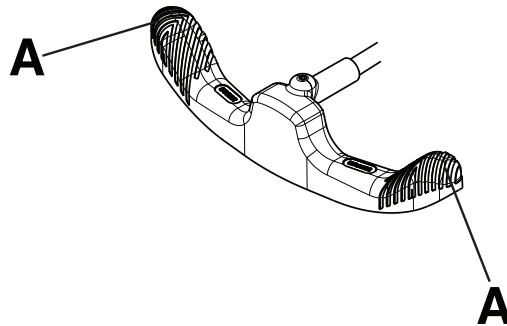

Abbildung 7 – Betrieb des Brems-/Steuerpedals
Hinweis - Nicht auf die Mitte des Brems-/Steuerpedals drücken. Immer auf die Außenseite (A) des Brems-/Steuerpedals (Abbildung 7) drücken.